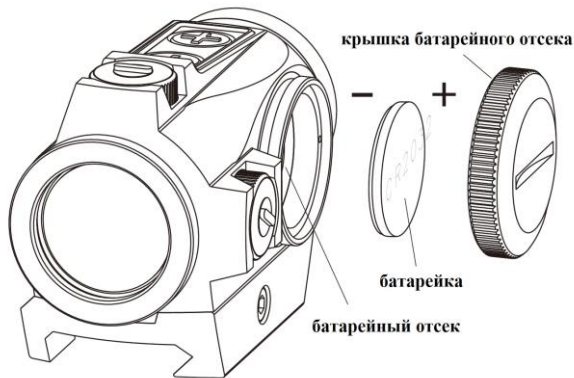

рис. 2
3. Выполните следующие действия для установки или замены батарейки (см. Рис.2):
- 2) Установите новый элемент питания в батарейный отсек с соблюдением полярности, как показано на Рис. 2. Утилизируйте старую батарейку.